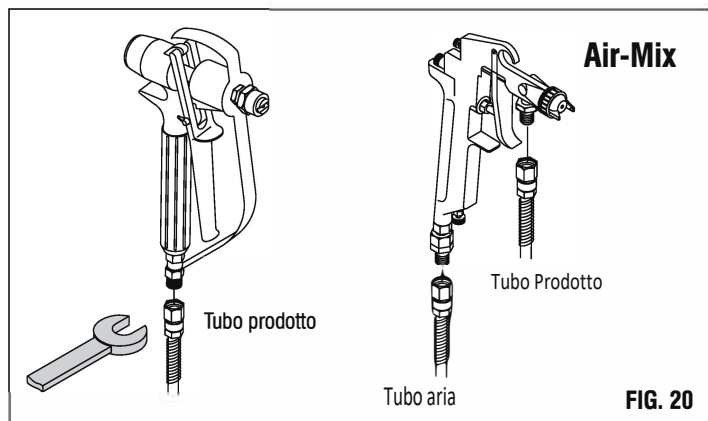

FIG. 20
-Collegamento pistola (Fig.20)